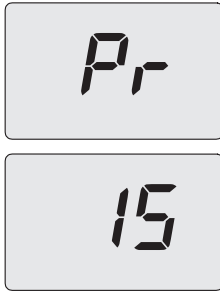

Figura 5.16
- Scorrere i vari parametri utilizzando i tasti 14 o 15 fino a far apparire sul display LCD le lettere **Pr** che si alternano al numero del parametro **15**, indicanti l'entrata nel "parametro 15" (Figura 5.16).